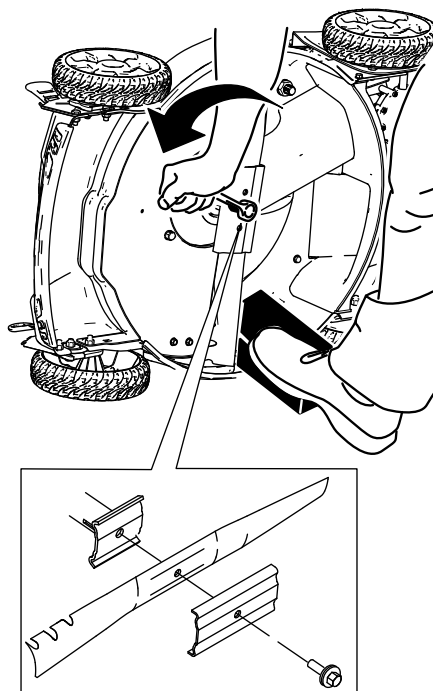

Figura 1
4. Usate un blocco di legno per tenere ferma la lama (Figura 1).
5. Togliete la lama e conservate la bulloneria di montaggio (Figura 1).